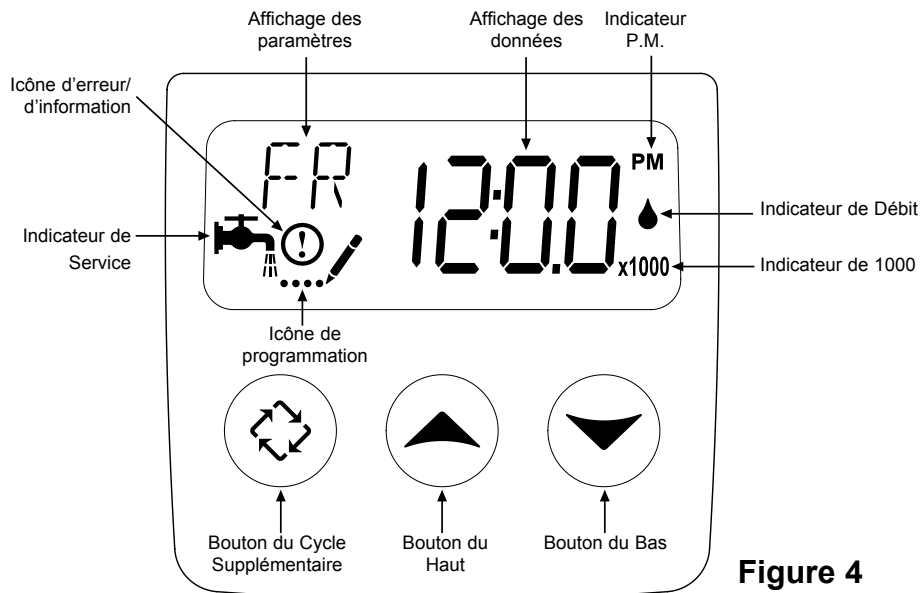

Figure 4
- Brancher le transformateur de 24-volt dans une prise de 120 VAC 60 Hz. Cette soupape a quatre positions: 1) Brine/slow rinse 2) Backwash 3) Rapid Rinse et 4) Brine Refill. Lorsque la valve est en position de 'Service' le bouton de cycle supplémentaire (bouton situé à la gauche voir figure 4) doit être pressé et retenu pendant 5 secondes pour faire avancer la soupape en Position 1 - Brine/ slow rinse (1...59). Appuyer de nouveau sur le bouton du cycle supplémentaire pour faire avancer la soupape en Position 2 - Backwash (2...9). Lentement ouvrir l'alimentation d'eau pour que l'appareil fasse son contrecourant ce qui éliminera l'air du réservoir et nettoiera le système.